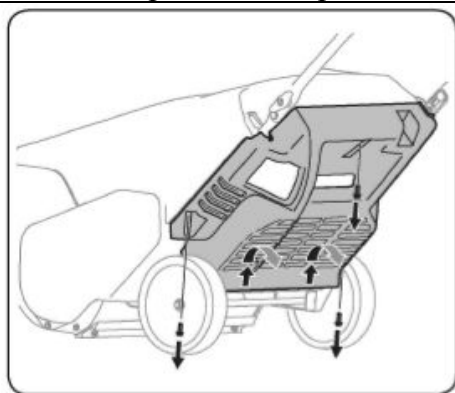

Рис. 14
1. Выкрутите три винта, которые держат нижнюю защитную крышку снегоочистителя. Снимите защитную крышку, приподняв вверх и вынув из пазов. См. Рис. 14.